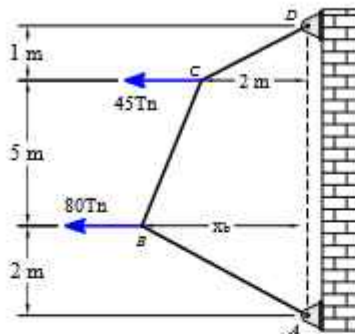

Figura 7.19
7.7 Determinar las tensiones en los cables y la flecha x_b de la figura 7.19